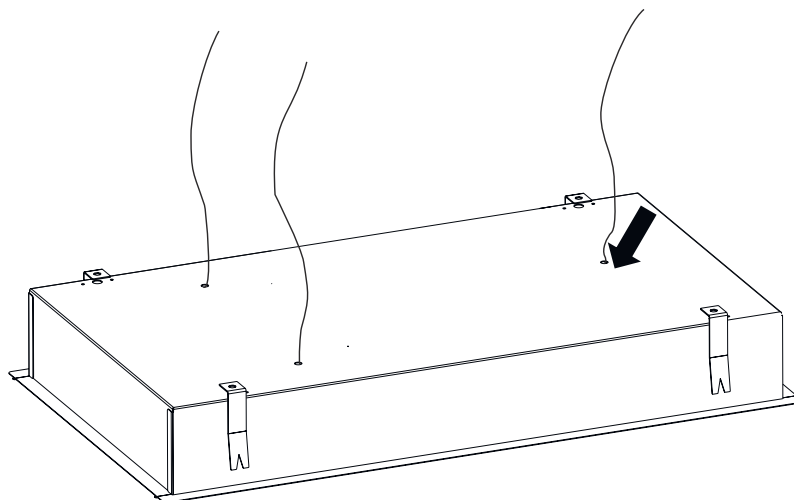

Fig. 10
4. ➤ För stålvejarna uppifrån och ner i fläkten genom säkerhetslåset (Fig. 10).